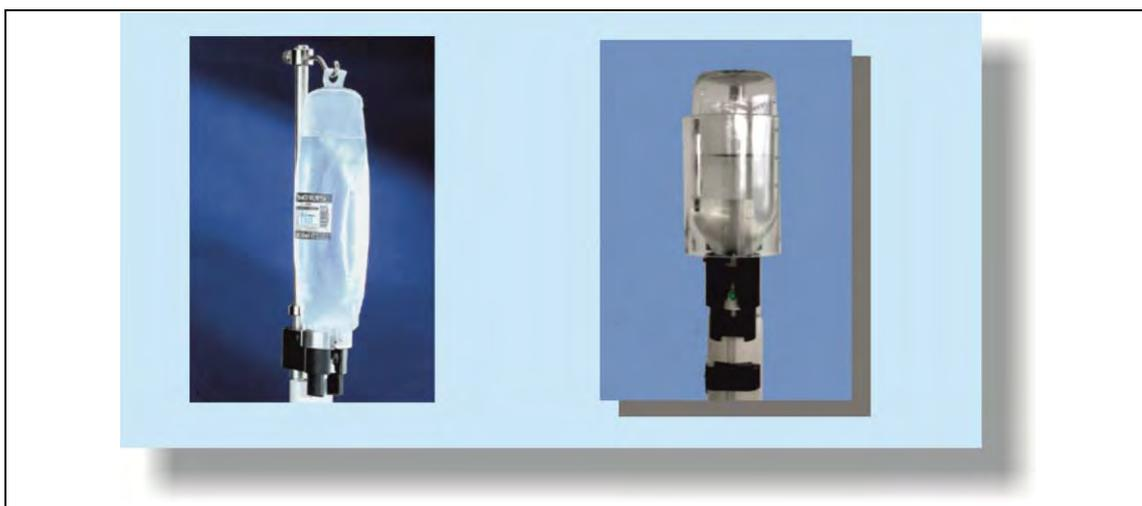

Рис. 34: Ёмкость с NaCl (слева - пакет, справа - флакон)
- **Пакет с NaCl:** проткнуть перегородку пакета в центре. Зафиксировать поворотный крюк на подходящей высоте на стойке для держателя флаконов NaCl, повесить пакет (см. Рис. 34, стр. 52).
- **Флакон с NaCl:** установить подходящую направляющую трубку на держатель флакона, зафиксировать эксцентриковым рычагом. Завести флакон NaCl сверху в направляющую трубку, проткнуть резиновую пробку в середине (см. Рис. 34, стр. 52).